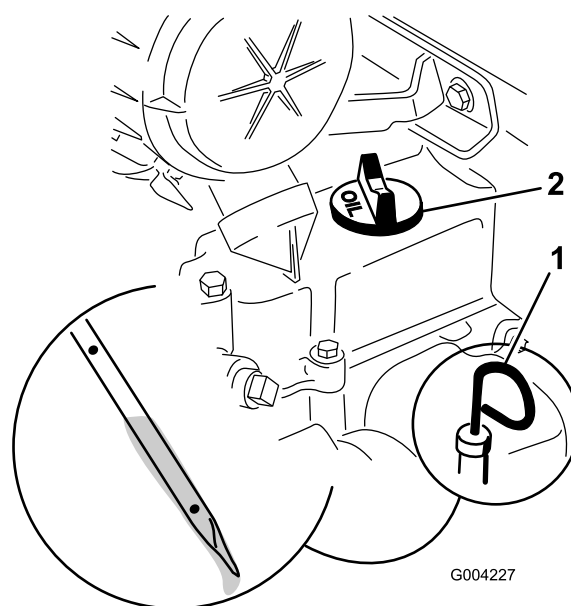

Figura 17
4. Pulite attorno all'asta di livello (Figura 17).
5. Estraete l'asta di livello dell'olio e pulite l'estremità metallica (Figura 17).
6. Infilate fino in fondo l'asta di livello nel relativo tubo (Figura 17).
8. Se il livello dell'olio è troppo basso (inferiore al foro inferiore), pulite l'area circostante il tappo di riempimento dell'olio e rimuovete il tappo (Figura 17).